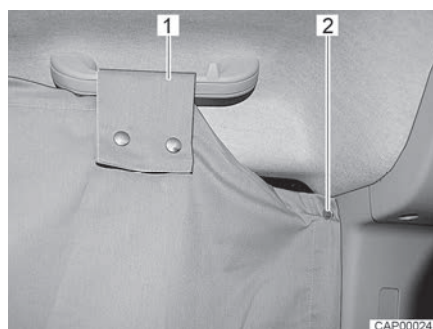

Fig. 35 Dispositif occultant de la cabine de conduite sur la vitre latérale
- Fixer le dispositif occultant de la cabine de conduite d'un côté de la cabine de conduite. Fixer pour ce faire deux boutons pression (Fig. 35,2) derrière la vitre latérale sur le montant B.
- Former une boucle (Fig. 35,1) sur la poignée au-dessus de la vitre latérale et la fixer avec les boutons pression.